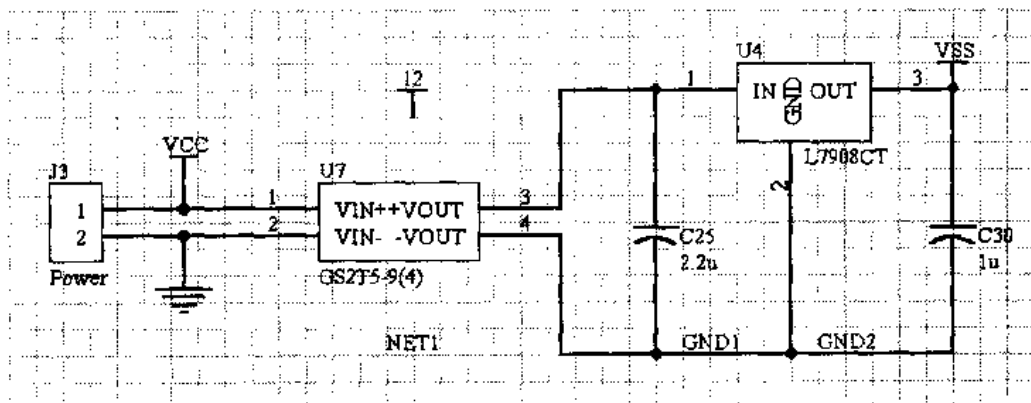

图 7-1 ERC 检查例子电路原理图
为了更好明白 ERC 检查，下面举一个简单例子来说明 ERC 检查的过程和结果处理，其原理图如图 7-1 所示。
**Unconnected net labels:** 本选项的功能是在进行 ERC 检查时，如果某个网络标号没有放在任何网络上，将产生错误指示。例如，图 7-1 电路中的网络标号 NET1 没有放在任何网络上，检查时将生成如下的警告信息：
**Duplicate component designators:** 本选项的功能是在进行 ERC 检查时，如果在整个检查范围内，有重复的元件编号，将出现错误指示。例如，如果将图 7-1 电路 Sheet1 中的 2 个电容的编号都设置为 C1，将生成如下错误：
本按钮的功能是使规则设置矩阵回到系统默认状态。选择默认设置后，单击 OK 按钮，系统即进行 ERC 检查，并生成错误报告文件，系统将自动打开此错误报告文件，图 7-1 生成的报告文件为：